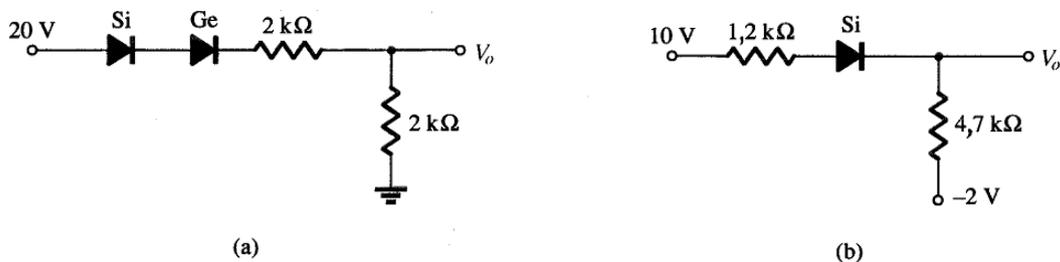

Figura 6 – Questão 11 (Boylestad e Nashelsky, 2004). Copyright ©2002 by Pearson Education, Inc. Upper Saddle River, New Jersey 07458. All rights reserved.
11. Determinar a tensão de saída V_o para cada circuito da Figura 6.